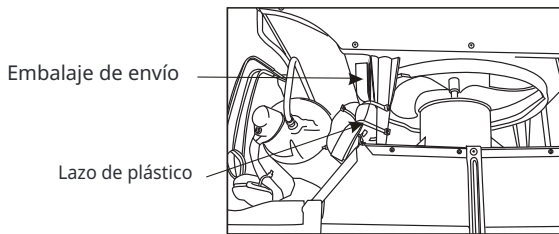

Fig.7
10. Es posible que su unidad venga con embalaje interno. Este embalaje debe retirarse antes de instalar el aire acondicionado de nuevo en el mueble (ver Fig. 7).